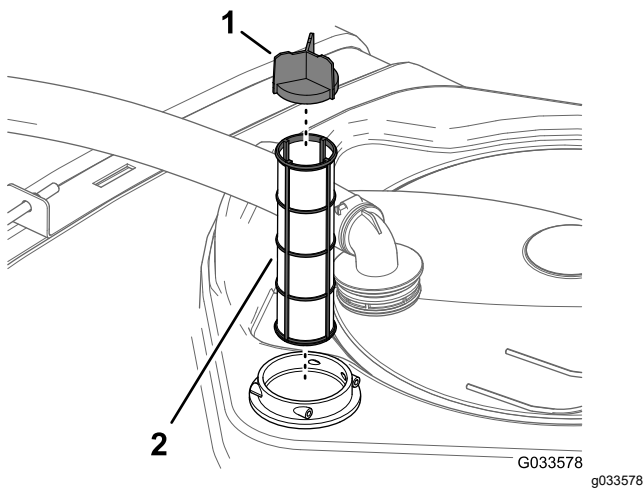

Figure 43
4. Sortez la crépine d'aspiration du logement du filtre dans le réservoir (Figure 43).